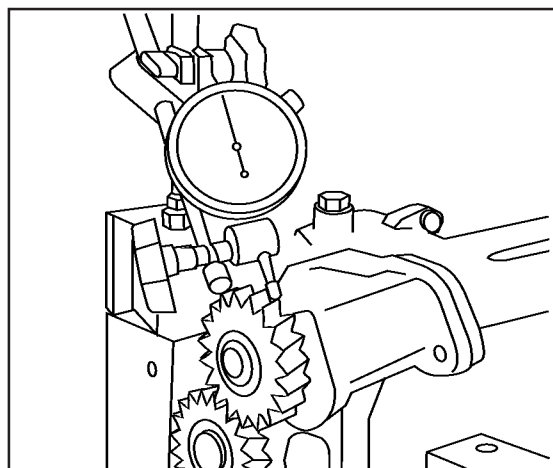

FIG 14
7. Fixe a bomba do óleo na capa do mancal nº 1 da árvore de manivelas a um torque de 26 - 29 Nm (19 - 21 lbf . pé) (2,6 - 2,9 kgf . m) e verifique a folga entre dentes, veja Especificações Técnicas, **Fig. 14.**